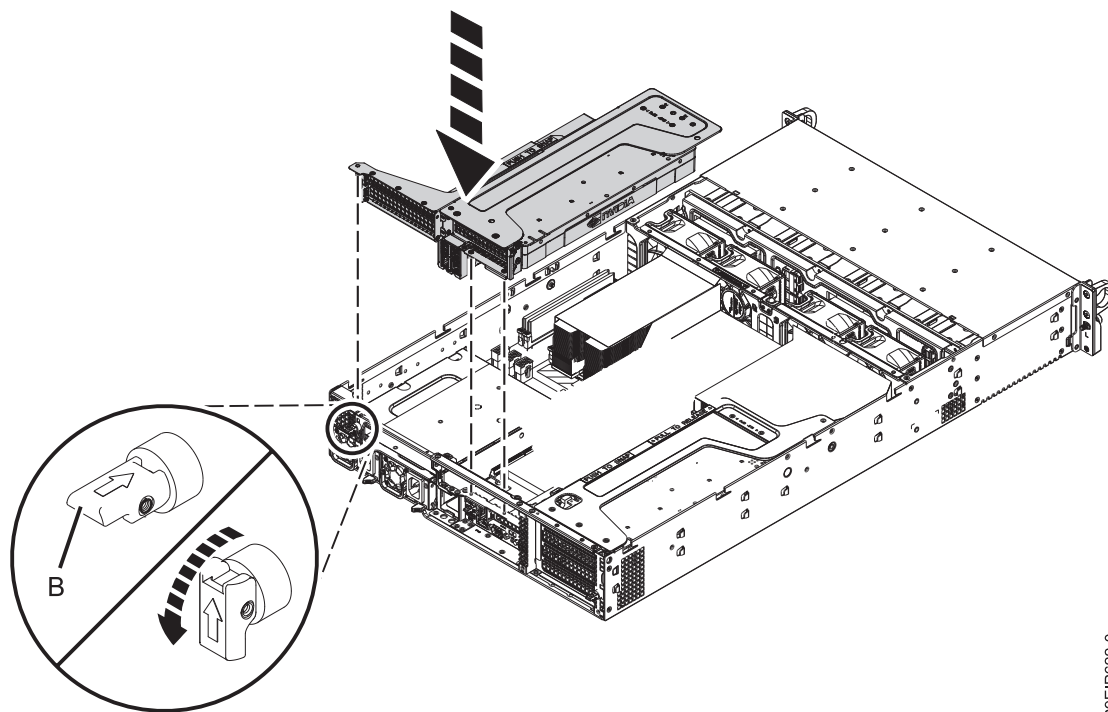

Figura 56. Inserindo o riser da posição 1 e 2
- f. Insira o riser PCIe no chassi conforme mostrado na Figura 56.
- 1) Retraia o pino de retenção (B) de modo que a seta aponte para o sistema.
- 3) Coloque o pino de retenção (B) para prender o riser.